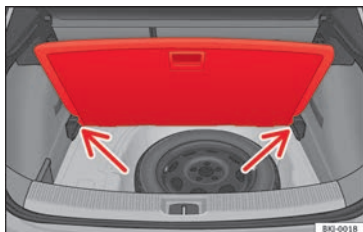

Fig. 167 Piano variabile del bagagliaio: posizione inclinata.
- Sollevare il piano variabile con la maniglia ①, tirarlo e spingere verso lo schienale dei sedili posteriori finché il piano non si piega sulla linea della cerniera e la parte mobile del piano non si appoggia sullo stesso.
- Appoggiare il piano sugli appositi alloggiamenti » **fig. 167** (freccie).